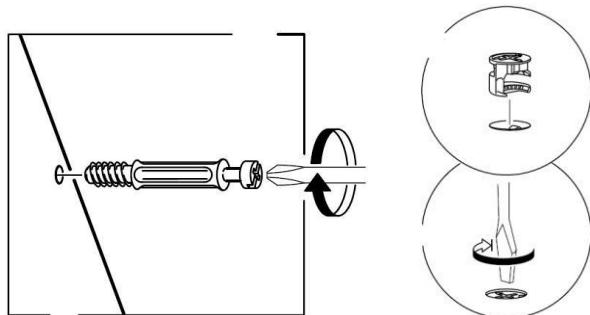
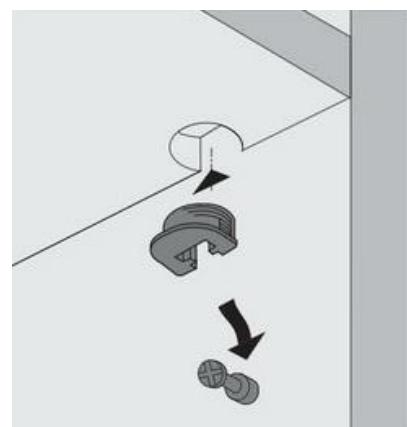

Рис. 1
Рис. 2
1. В горизонтальные щиты (25), (26), боковые стенки (17), (18) в имеющиеся отверстия установить эксцентрики таким образом, чтобы стрелка была повернута в сторону отверстия в торце.
В установленные муфты эксцентриковых стяжек на боковых стенках (17), (18), крышке (24) ввернуть дюбели DU 644, в соседние отверстия установить шканты (рис.1).
2. Установить монтажные планки петель на боковую стенку (17) или (18) в зависимости от направления открывания двери с помощью комплектных винтов.
3. Установить дюбели полкодержателей в требуемый ряд отверстий на боковых стенках (17) и (18). На полки (29) установить врезные полкодержатели (рис.2).